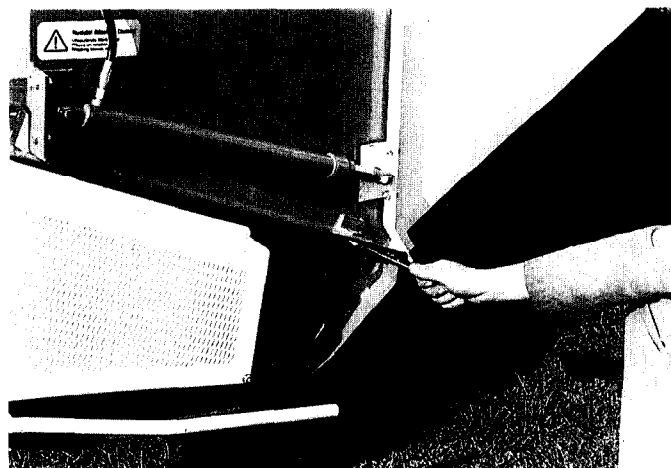

fig. 6
- Fjern de to skruer på afskærmningen (SW17) (Fig. 6),